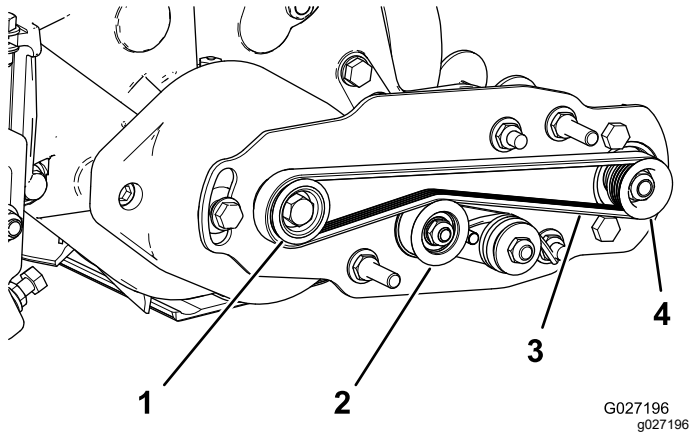

图 14
- 先缠绕**驱动**皮带轮周围的皮带然后再缠绕怠轮皮带轮顶部上方的皮带 图 14。